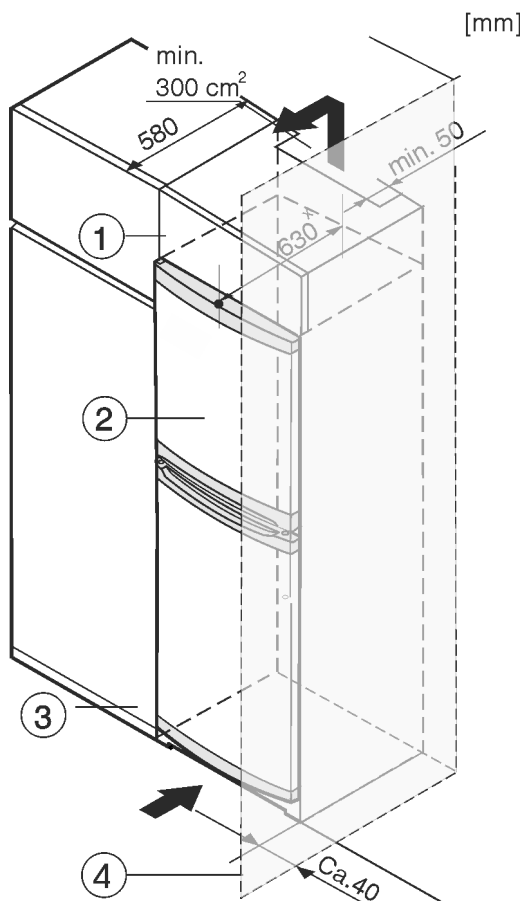

Fig. 8
A készüléket körbe lehet építeni konyhaszekrényekkel. Rá lehet szerelni Fig. 8 (2) egy rátétszekrényt, hogy a készüléket a konyhabútorok magasságához Fig. 8 (1) igazítsa.
Ha a készüléket konyhaszekrényekkel építi körül (max. 580 mm mélységben), akkor a készüléket közvetlenül a konyhaszekrény Fig. 8 (3) mellé is felállíthatja. A készülék oldalt 34 mm x mértékben áll előrébb a konyhaszekrény előlapjához képest, a készülék közepénél pedig 50 mm x mértékben.
Ha a készüléket a zsanérjaival a fal Fig. 8 (4) mellé állítja, akkor a készülék és a fal közötti távolság legalább 40 mm kell legyen. Ez a fogantyú túlnyúlásának felel meg, amikor kinyitja az ajtót.